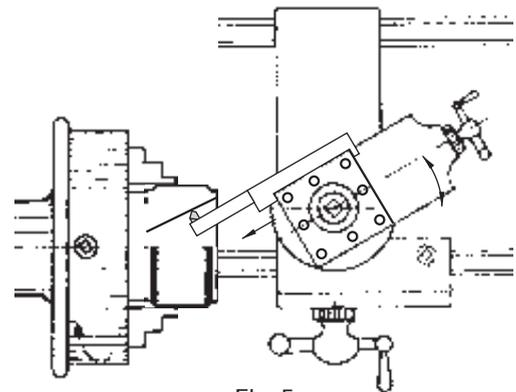

Fig. 5
- 1.- Cambie de mano en la manivela, de modo que no se interrumpa el corte (Fig. 5).